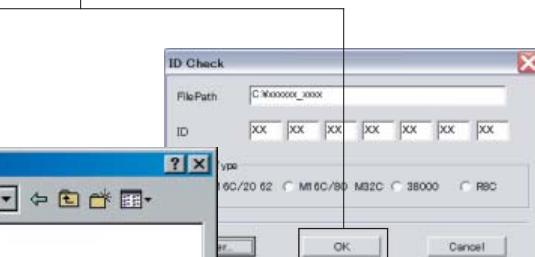

Fig. 6
5. Click [Refer...]. And select the firmware name. (Fig. 6)
* The ID code and MCU type are loaded automatically when the file is selected. (Fig. 6)
Click [OK]. (Fig. 6)
5. [Refer...] をクリックし、書き込むファームウェアを選択します。 (Fig. 6)
* ID、および MCU Type は書き込みファイル選択時、自動的に取り込まれます。 (Fig. 6)
[OK] をクリックします。 (Fig. 6)